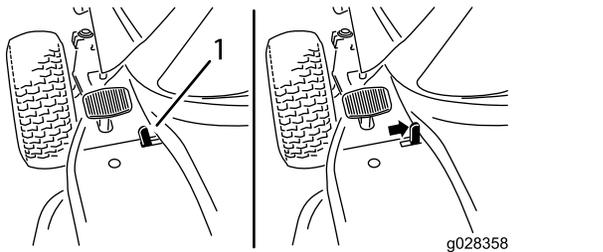

Figura 6
2. Mueva la palanca del freno de estacionamiento a la derecha (Figura 6).
2. Mueva la palanca del freno de estacionamiento a la izquierda (Figura 6).